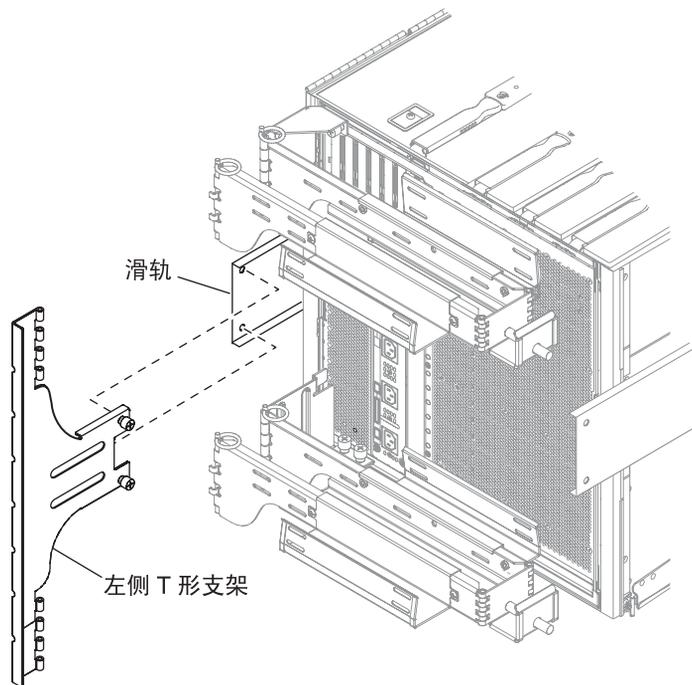

图 1-23 安装左侧 T 形支架
6. 使用两颗自持螺丝将左侧 T 形支架固定到左侧滑轨（图 1-23）。